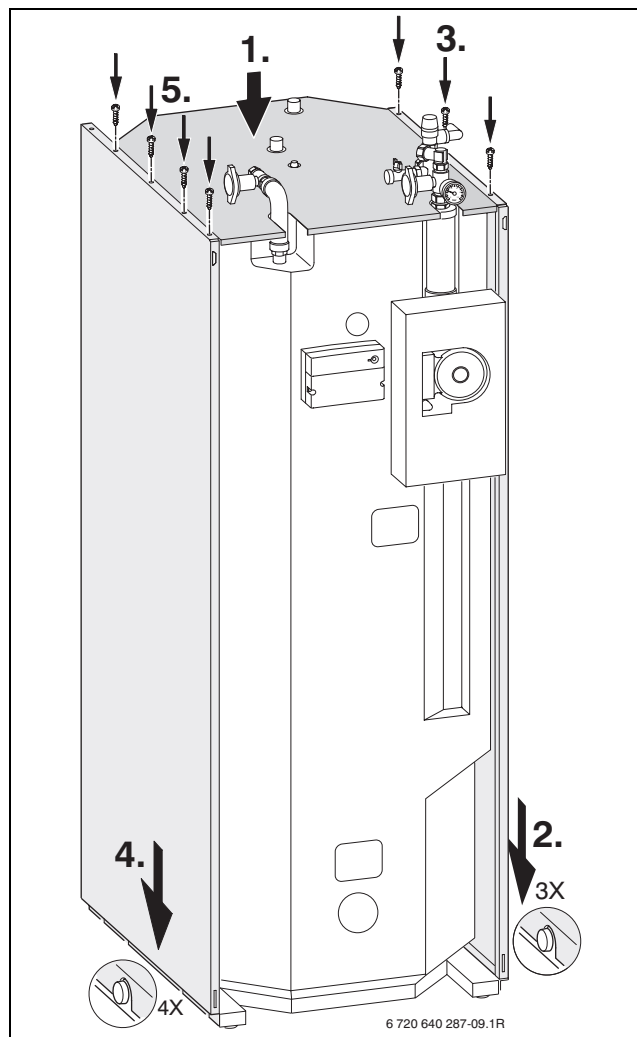

Fig. 9 Exemplo: montagem das partes laterais se o acumulador estiver **colocado à esquerda**.
- ▶ Se o acumulador estiver **colocado à esquerda**, montar as partes laterais de acordo com a fig. 9.